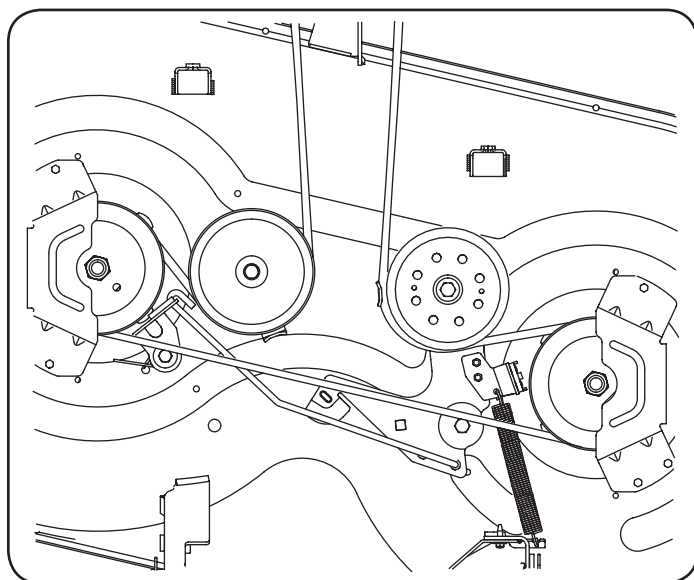

Figura 28
- Coloque la correa nueva como se muestra en la Figura 28.